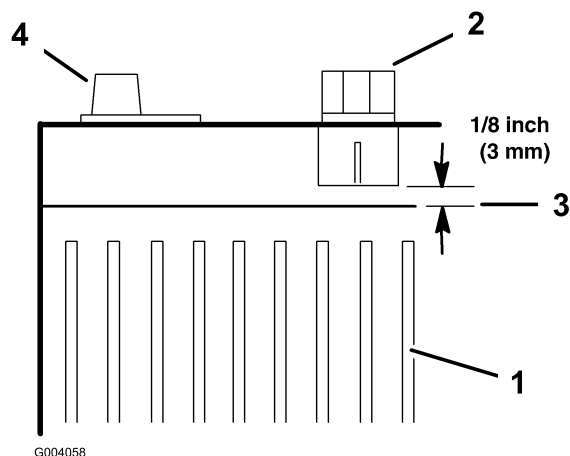

Figure 28
7. Ajoutez la quantité d'eau distillée nécessaire pour que le niveau d'électrolyte se trouve à 3 mm en dessous du bas de chaque creux de remplissage (Figure 28).